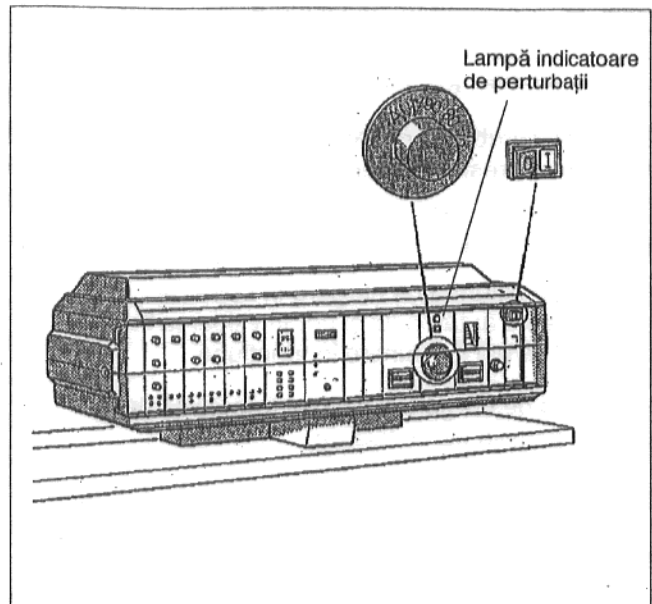

Fig. 3
- Comutatorul funcționare (Fig. 3) se aduce pe poziția I (ON).
- Regulatorul temperaturii apei cazanului (Fig. 3) se aduce pe "AUT"
- Aparatul de reglare a temperaturii apei cazanului (Fig. 3) se va fixa pe temperatura dorită.
Lampa de indicare a perturbațiilor de la aparatul de reglare de deasupra regulatorului temperaturii apei cazanului va lumina (Fig. 3).
- Comutatorul funcționare (Fig. 3) se aduce pe poziția 0 (OFF).
- După ca. 3 secunde comutatorul funcționării se fixează pe poziția I (ON).